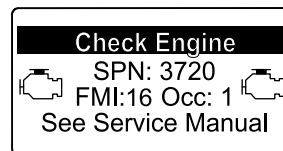

Figura 71
- Advertencia del motor SPN 3720, FMI 16 (Figura 71)